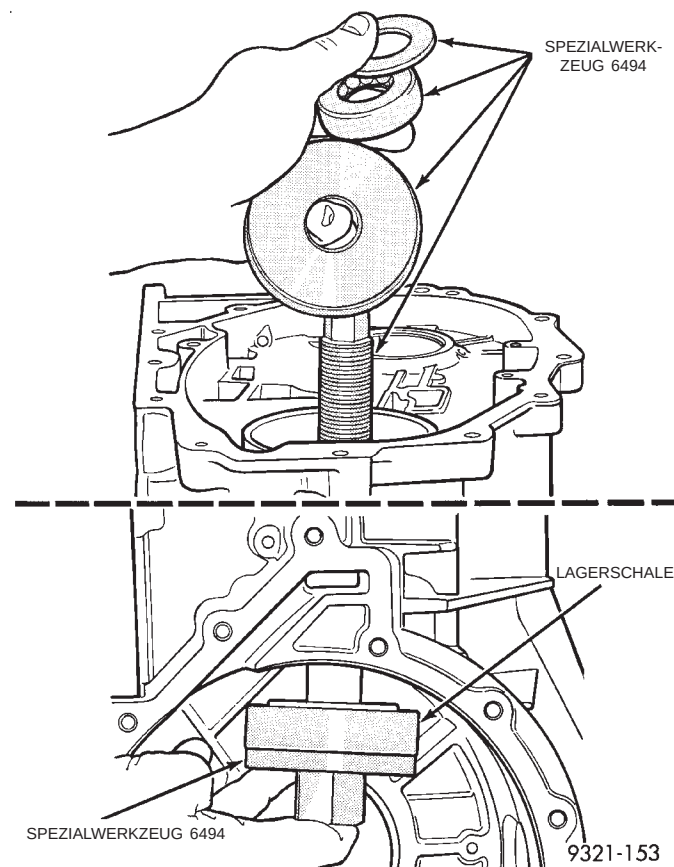

Abb. 300 Vordere Lagerschale der Zwischenwelle einbauen
(1) Vordere Lagerschale der Zwischenwelle einbauen (Abb. 300). Die Lagerschale der Zwischenwelle ist einzubauen, bevor die Tiefeneinstellung des Antriebskegelrads gemessen wird. Zum Einbauen der Lagerschale das Spezialwerkzeug 6494 verwenden. Hinter dieser Lagerschale befinden sich keine Beilegscheiben.